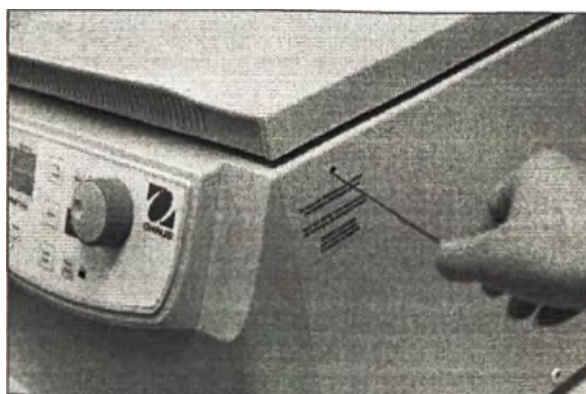

Рис. 38
- На корпусе центрифуги справа находится пластмассовая пробка (рис. 38). Выньте пробку, соединенную с замком крышки, в горизонтальном направлении; замок крышки центрифуги откроется.